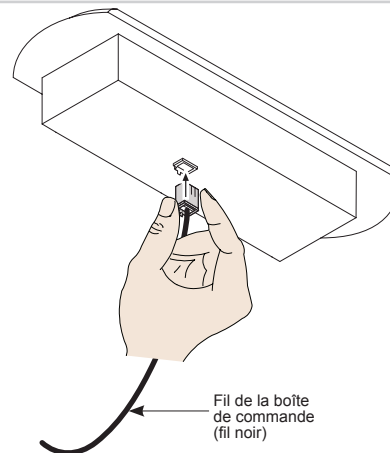

Figure 5 - panneau de commande
**1** Insérez le connecteur de fil à l'arrière du panneau de commande (figure 5).